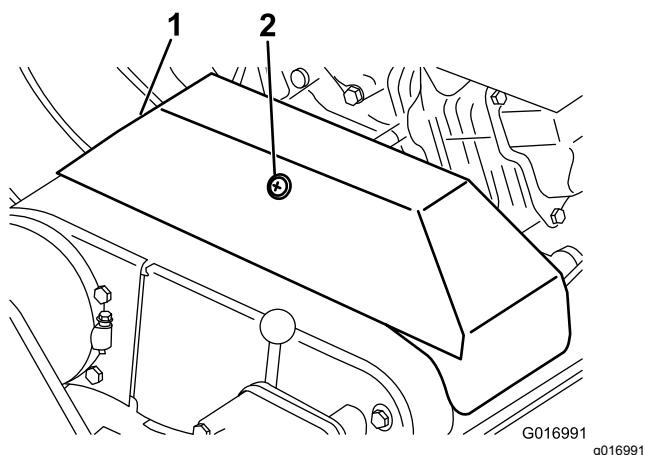

Рисунок 41
2. Ослабьте стопор, фиксирующий крышку клинового ремня, и откиньте крышку (Рисунок 41).
2. Ослабьте стопор, фиксирующий крышку клинового ремня, и откиньте крышку (**Рисунок 41**).